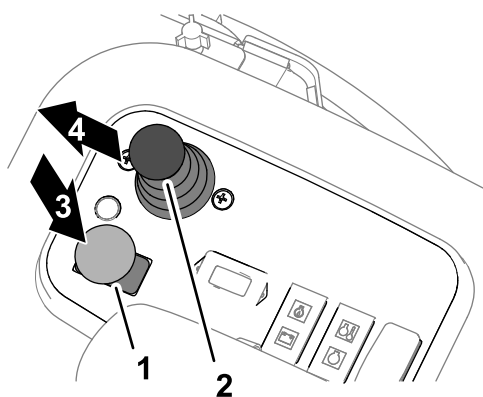

Figura 35
3. Ponga el interruptor de la transmisión de las unidades de corte en DESENGRANADO (Figura 35).
5. Utilice la palanca bajar/segat/elevar para bajar las unidades de corte (Figura 35).